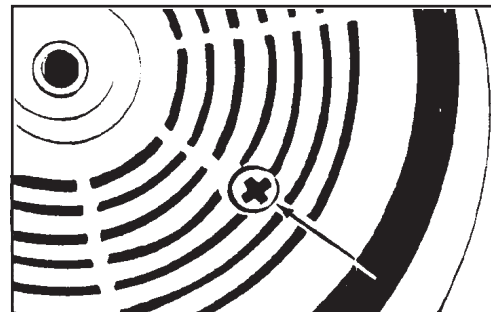

Figure 12
3. Alignez les deux trous avec une des trois vis sur le couvercle de la boîte d'engrenages. Enlevez la vis sur le couvercle de la boîte d'engrenages (voir la figure 12).